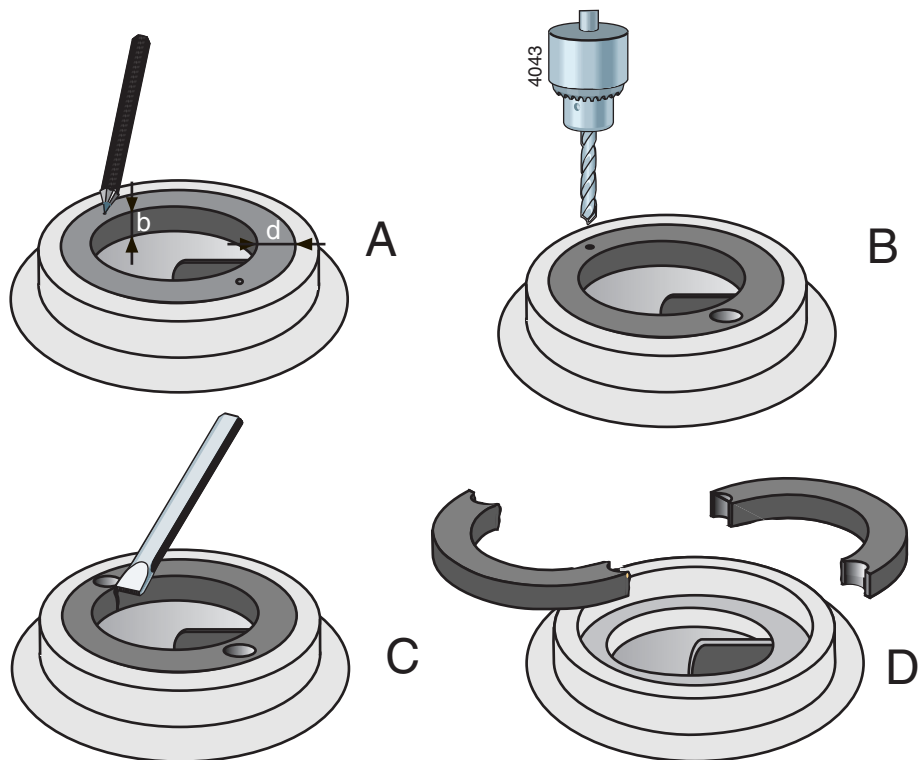

图 14: 拆卸耐磨环。
- 1 测量耐磨环的厚度 (d) 与宽度 (b)，请见 图 14 A。
- 2 在位于两个相对点处的耐磨环边缘中部挖一个中间孔，请见 图 14 B。
- 3 使用直径略小于耐磨环厚度 (d) 的钻头，在耐磨环上钻出两个小孔，请见 图 14 C。钻孔深度不得大于耐磨环宽度 (b)。小心不要损坏泵壳的安装边缘。